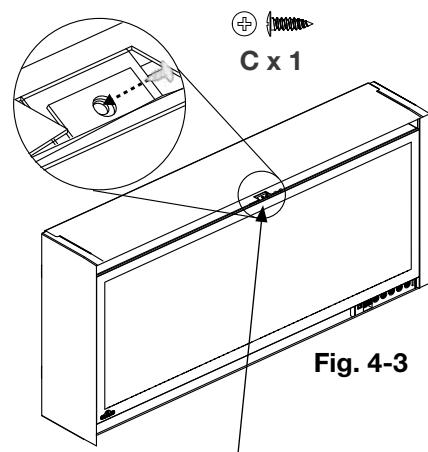

Fig. 4-3
- Fixez la section centrale supérieure du verre avant à l'appareil en utilisant une vis (fournie) (**Fig. 4-3**).